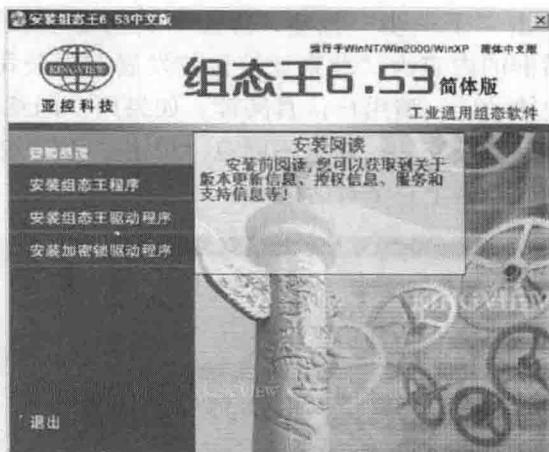

图 2-1 组态王安装主界面
(1) 启动计算机系统。
(2) 在光盘驱动器中插入“组态王”软件的安装盘，系统自动启动 Install.exe 安装程序，如图 2-1 所示（用户也可通过光盘中的 Install.exe 启动安装程序）。
该安装界面左边有一列按钮，将鼠标移动到各个按钮上时，会在右边图片位置上显示各按钮中安装内容提示，如图 2-1 所示。左边各个按钮作用如下。